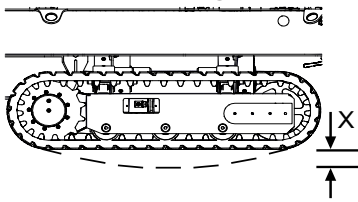

Fig. 234
7. S'assurer que le fléchissement (Fig.234/X) est de 10 à 15 mm.